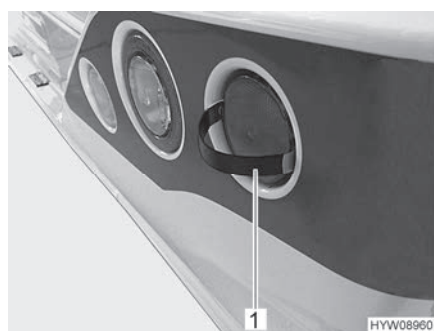

Fig. 216 Retirer le cache
- Insérer les languettes d'encliquetage de l'outil fourni (Fig. 216,1) à côté du cache comme illustré.